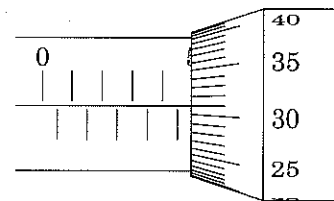

図7
(3) この製品をマイクロメータで測定したところ、図7のようになった。このときの寸法を解答用紙の (e) 欄に、小数第2位まで記入しなさい。